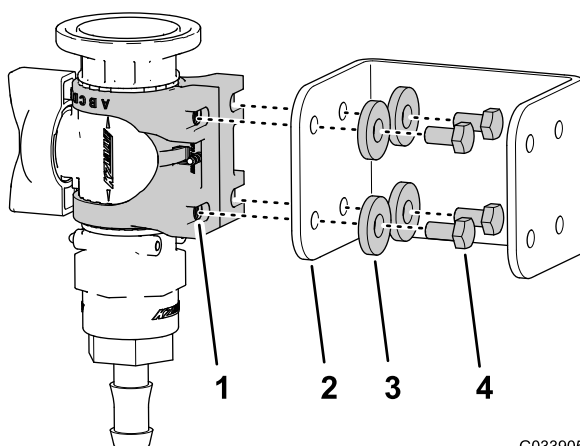

Figura 12
3. Monte el soporte de la válvula en la escuadra de la válvula de control (**Figura 12**) usando los 4 pernos (6 x 12 mm) y 4 arandelas planas; apriete los pernos a 10–12 N·m.